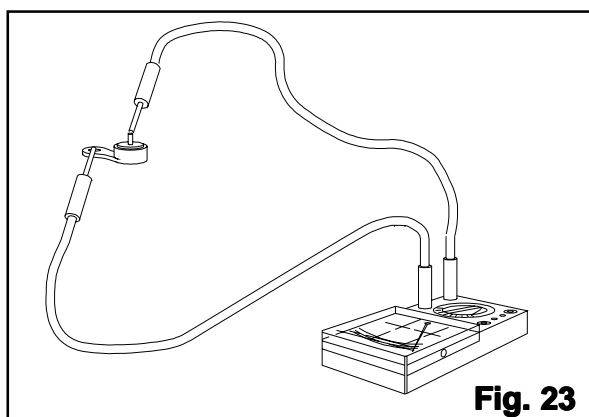

Fig. 23
-Verificare che non ci sia continuita' fra il positivo e massa (Fig.23).
-Verify that there is no continuity between (+) and ground (Fig.23).